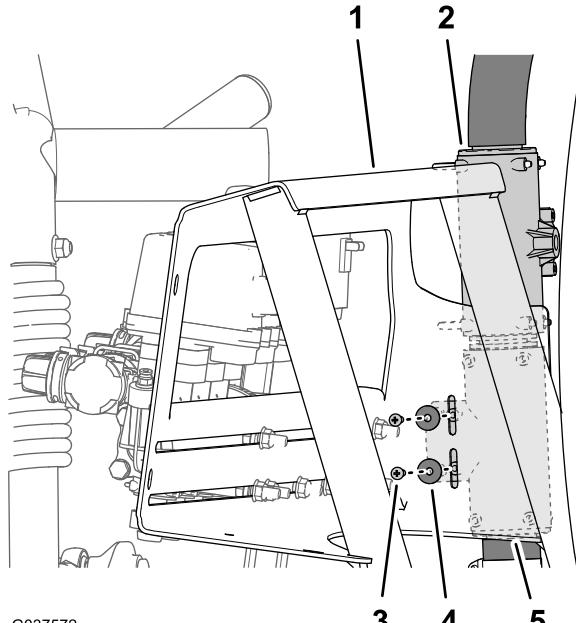

图44
1. 拧下将下 T 形接头固定至阀门支架的 2 个十字头螺丝 #10 x 5/8 英寸和 2 个垫圈#10 图44。